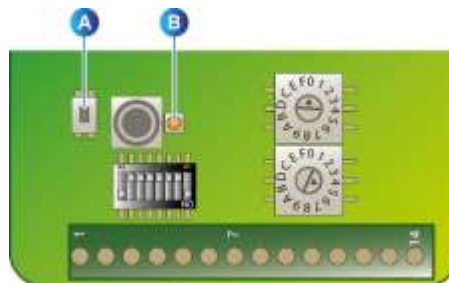

Рис. 53. Радиокarta *OLCT 80*.
4. **На радиокarte *OLCT 80*** (Рис. 53. Радиокarta *OLCT 80*.) трижды быстро нажмите на кнопку сопряжения поз. А. Светодиод (поз. В) сначала начинает светиться красным, затем меняет цвет на зеленый и оранжевый в течение 4 секунд, после чего мигает 4 раза, подтверждая обнаружение *Мастер*-приемника. По получении кода сопряжения, переданного *Мастер*-приемником, радиокarta автоматически выходит из режима сопряжения.
В рабочем режиме светодиод поз. В (Рис. 53) радиокарты *OLCT 80* мигает оранжевым цветом, а светодиод поз. F (Рис. 52) *Мастер-приемника* мигает красным цветом.